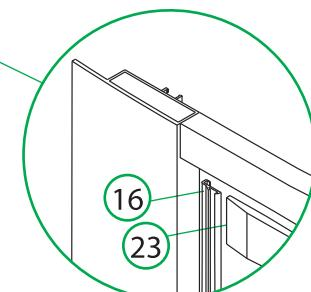

Рис. 8 / 8-сур.
4. Зафиксируйте передние стеклянные панели в пристенных профилях с помощью ПВХ-уплотнителей (16) (рис. 8).